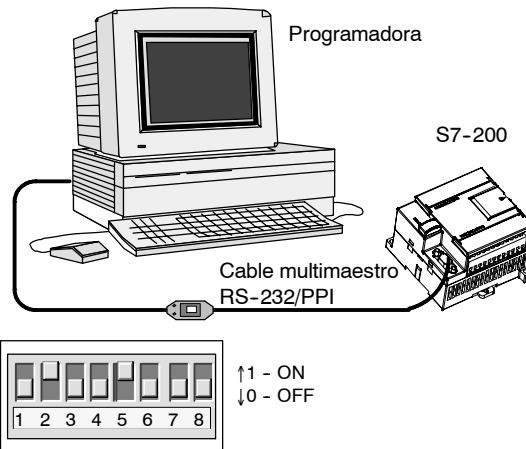

Figura 2-2 Conectar el cable multimaestro RS-232/PPI
La figura 2-2 muestra un cable multimaestro RS-232/PPI que conecta el S7-200 con la programadora. Para conectar el cable:
3. Vigile que los interruptores DIP del cable multimaestro RS-232/PPI estén configurados como muestra la figura 2-2.